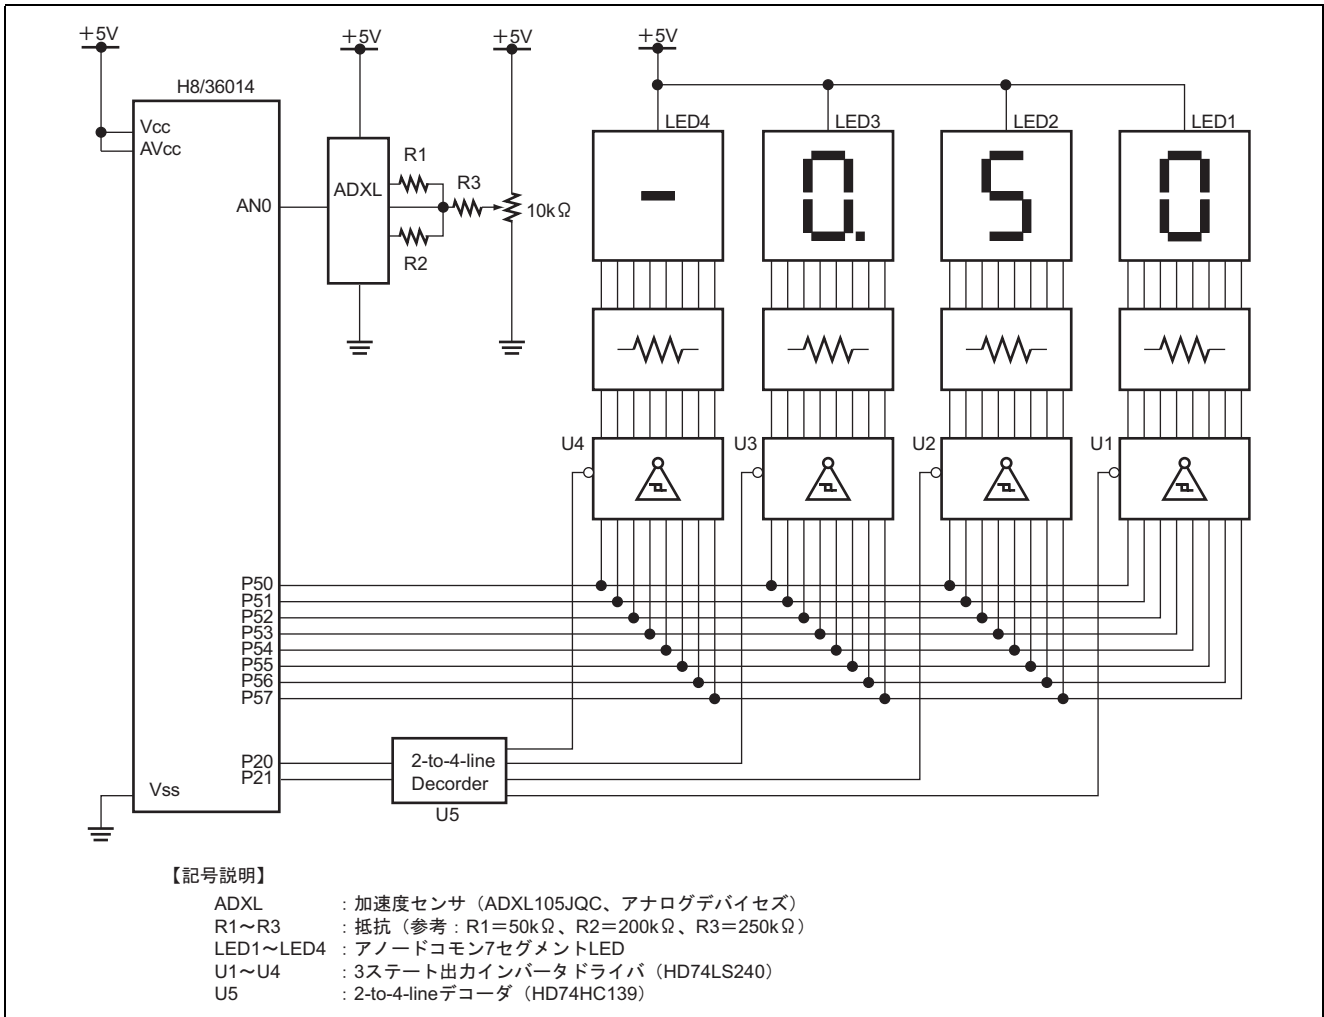

図 1.1 ハードウェア構成
1. 図 1.1 に半導体式加速度センサ接続例のハードウェア構成を示します。図 1.1 に示すように、センサをアナログ入力端子 0 (AN0 端子) に接続します。